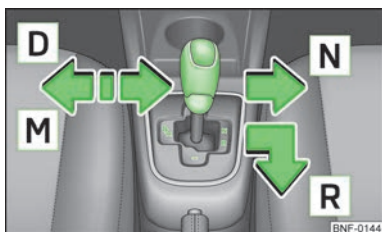

Bild 74
- Tryck växelväljaren åt vänster enligt pilen » bild 74 på sidan 67 och lägg i läge **D**.
- Tryck växelväljaren åt höger enligt pilen » bild 74 på sidan 67 till läge **N**.